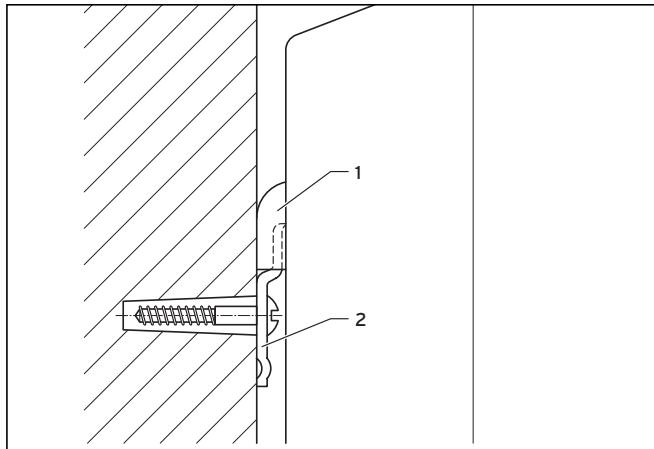

Fig. 4.7 Accrochage du ballon d'eau chaude sanitaire électrique
- Accrochez le ballon d'eau chaude au support (→ (1), Fig. 4.7) par le haut au moyen des ergots d'accrochage (→ (2), Fig. 4.7). Le manchon doit être orienté vers le haut pour l'appareil sous évier et vers le bas pour l'appareil monté au-dessus du plan de travail.